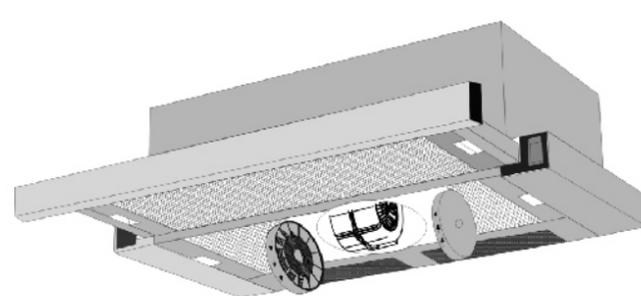

рис. 8
Угольные фильтры устанавливаются на защитные решетки корпуса вентилятора, путем легкого нажатия и поворота (рис. 8).
- установите два угольных фильтра см. табл.1 и (рис.8), предварительно удалив с них упаковочную пленку;
Угольные фильтры устанавливаются на защитные решетки корпуса вентилятора, путем легкого нажатия и поворота (рис. 8). Фильтрация воздуха осуществляется с помощью двух угольных фильтров, затем очищенный воздух возвращается в помещение.